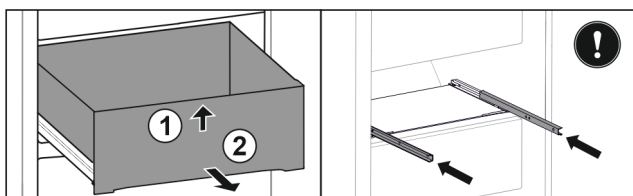

Fig. 39
- ▶ Nadzvedněte zásuvku vpředu. Fig. 39 (1)
- ▶ Vyjměte zásuvku dopředu. Fig. 39 (2)